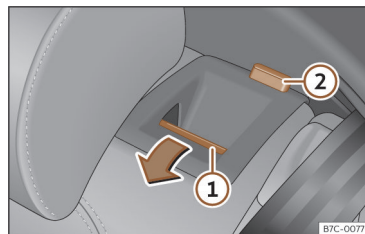

Fig. 69 Banquette arrière : rabattre le dossier.
>>> fig. 69 ① vers l'avant en abaissant simultanément le dossier. Le dossier arrière est débloquenté quand le repère rouge est visible sur la touche ②.